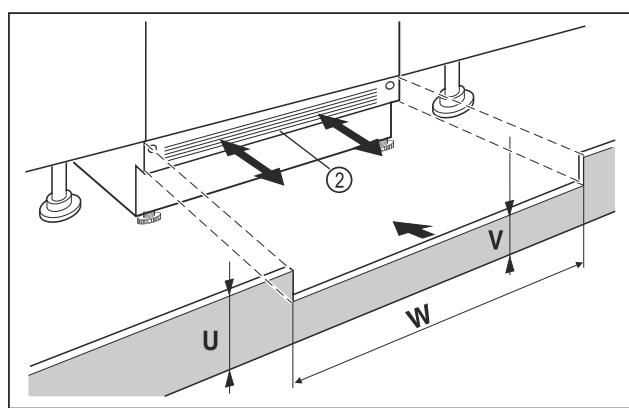

Fig. 17 Reprezentare exemplificatoare
- ▶ Așezați dar nu fixați încă masca postamentului aparatului Fig. 17 (2).
- ▶ Dacă masca postamentului Fig. 17 (2) este vizibilă, trageți-o spre înainte, astfel încât marginea frontală a grilajului de ventilare și masca postamentului să formeze un plan.
- ▶ Dacă masca postamentului Fig. 17 (2) este acoperită, glisați-o complet spre înapoi.
- ▶ Acordați atenție fantelor de ventilare complet libere: Dacă este necesar, tăiați corespunzător înălțimea măștii postamentului mobilierului Fig. 17 (U)!
- ▶ Adaptați înălțimea pragului Fig. 17 (V) sub masca postamentului aparatului Fig. 17 (2) de-a lungul lățimii nișei Fig. 17 (W).